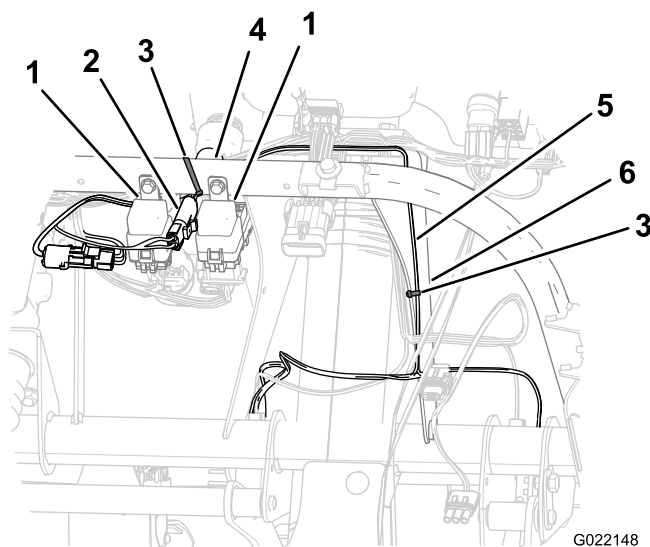

Figure 15
A. Avec un serre-câble, attachez le faisceau du temporisateur au tube de châssis entre les relais (Figure 15).
B. Fixez le faisceau de l'interrupteur au support extérieur de la colonne de direction (Figure 15).